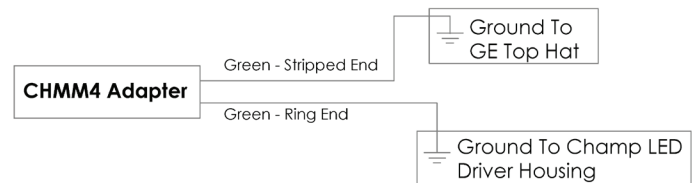

Figure 3
5. Fixez une extrémité des fils de terre de l'adaptateur CHMM4 au fil de terre du luminaire Champ Series à l'aide de connecteurs de fils ou de serre-fils homologués. Voir la figure 3.
7. Assurez-vous que le capot de GE est relié à la mise à la terre. Raccordez l'extrémité dénudée du fil de mise à la terre de l'adaptateur CHMM4 au capot de GE, comme indiqué dans la Figure 3. Assurez-vous que le fil de mise à la terre du CHMM4 soit solidement fixé aux fils de mise à la terre appropriés ou aux cosses fournies avec le luminaire de série Crouse-Hinds et le capot de GE.